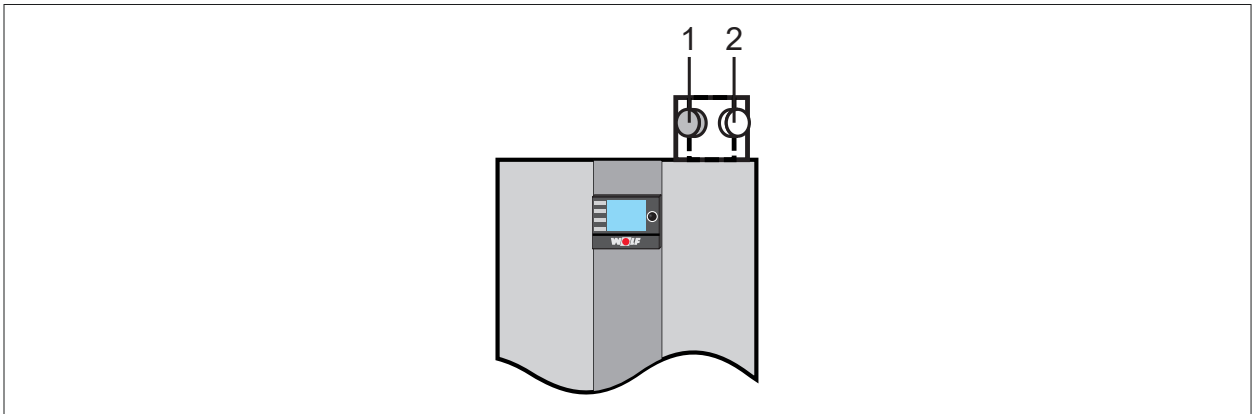

Abb. 6.5 Geräteanschluss mit Abgas-Messöffnung
- ▶ Kappe von rechter Messöffnung (Abb. 6.5) entfernen.
- ▶ Bei Bedarf CO₂/O₂-Wert gemäß Tab. 6.4 mit der Gasdurchflussschraube (2) korrigieren.
- ▶ Bei Bedarf CO₂/O₂-Wert mit der Nullpunktschraube (1) gemäß Tab. 6.3 korrigieren